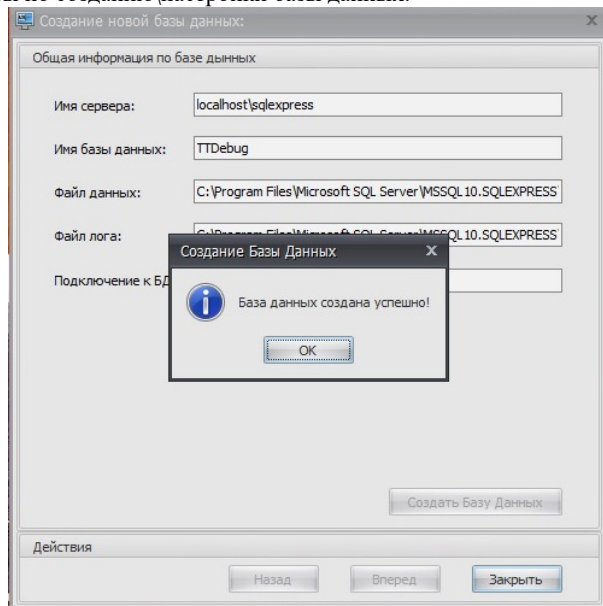

рис. 55
3.6 При успешном окончании процесса создания базы данных утилита выдаст сообщение «База данных создана успешно» (рис. 55), нажмите кнопку «Ок» и «Заккрыть» для выхода из утилиты по созданию\настройки базы данных: